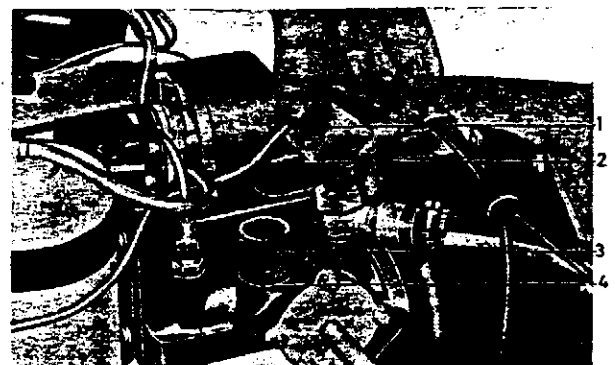

Abb. 30 Filtereinsatz auswechseln
(Abb. 30) durch Lösen der Befestigungsschraube. Beim Auswechseln ist das Gehäuse zu reinigen, aber der Einsatz stets auszuwechseln. Befestigungsmutter (2) mit einem Moment von 0,3—0,4 mkg anziehen.
6. Neue Dichtung und Luftfiltereinsatz einbauen und danach Gehäuse sowie Bügel aufsetzen. Wenn es sich um Luftfilter jetziger Ausführung (Abb. 30) handelt, ist die Schraube mit einem Moment von 0,3—0,4 mkg anzuziehen.